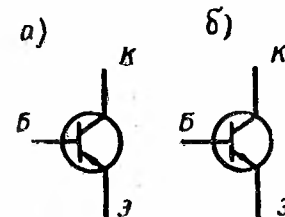

Рис. 12
**Транзистор** — радиоэлектронный элемент, способный усиливать и генерировать электрические колебания. Области полупроводника, образующего  $p$ - $n$ -переходы, называются эмиттер (Э), база (Б) и коллектор (К). Управляющее напряжение прикладывается к переходу Э—Б транзистора. В зависимости от того, какую проводимость имеют эмиттер, база и коллектор, транзисторы могут быть  $p$ - $n$ - $p$ - и  $n$ - $p$ - $n$ -типов. Обозначение транзисторов  $p$ - $n$ - $p$ - и  $n$ - $p$ - $n$ -типов показано на рис. 12, а и б соответственно.